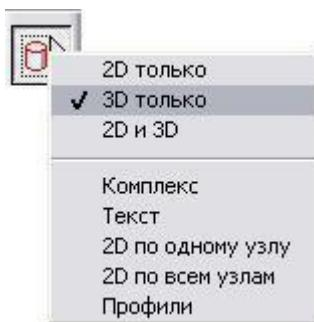

Рисунок 9. Подменю выбора объектов
8. Нажмите кнопку «Выбор элементов» на панели «Операции с группами объектов» и подержите, появиться подменю (рис. 9) выбора объектов и выберите сточку «3D только»